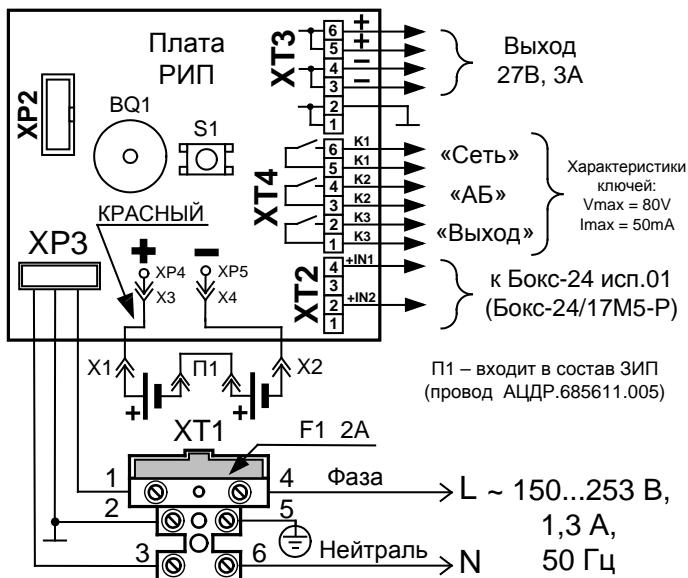

Рис. 2
ВНИМАНИЕ! При подключении внешнего питающего напряжения 220 В к сетевой колодке XT1 необходимо соблюдать правильность подключения проводов «фаза» и «нейтраль». Подключение производить в соответствии с Рис. 2. Схема подключения также расположена на внутренней стороне корпуса РИП.
3.2.4 Согласно схеме соединений (рис. 2):
б) изъять из колодки вставку F1 (2 А), подключить сетевые провода к входной колодке (**фаза (L) должна быть подключена к XT1:4**, см. рис. 2);
4.2.3 РИП обеспечивает программирование следующих режимов индикации и сигнализации нажатием на кнопку S1 (при открытой крышке РИП), находящуюся на плате см. рис.2.